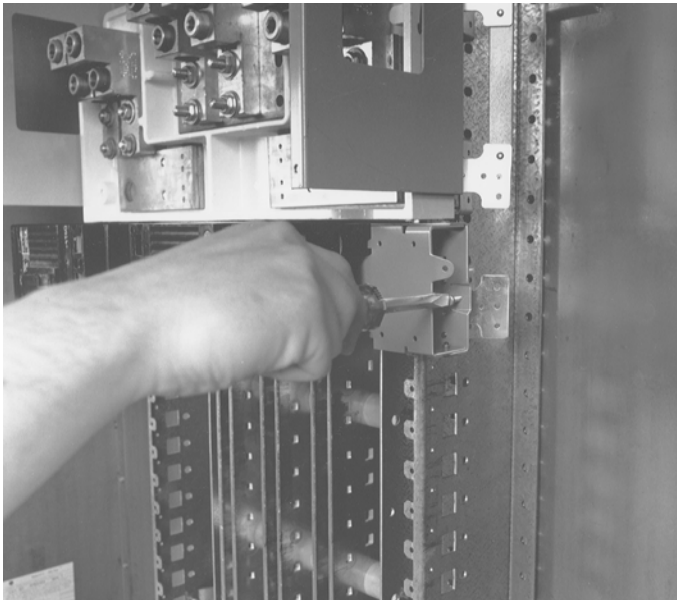

Figure 6. Installation du module de disjoncteur.
5. **Installer le module.** Enclencher un côté du module de disjoncteur. Relâcher le loquet de rail. Faire pivoter le module sur les barres omnibus et mettre en prise le second loquet. Relâcher le loquet de rail. Serrer les vis de loquet de rail à 25 lb.-po., comme montré à la Figure 6.